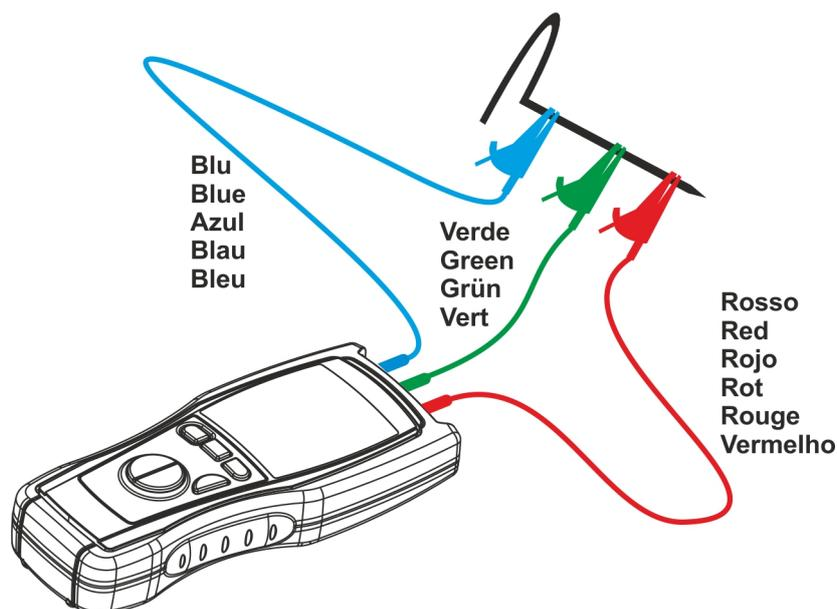

Fig. 5: Ligações do instrumento para o azeramento dos cabos na modalidade EARTH-3P
5. Curto circuitar entre si as extremidades dos cabos de medida (ver Fig. 5) prestando atenção para que as partes metálicas dos crocodilos façam um bom contacto entre si. Para obter uma ligação segura pode ser utilizado um dos piquetes fornecidos com o instrumento.